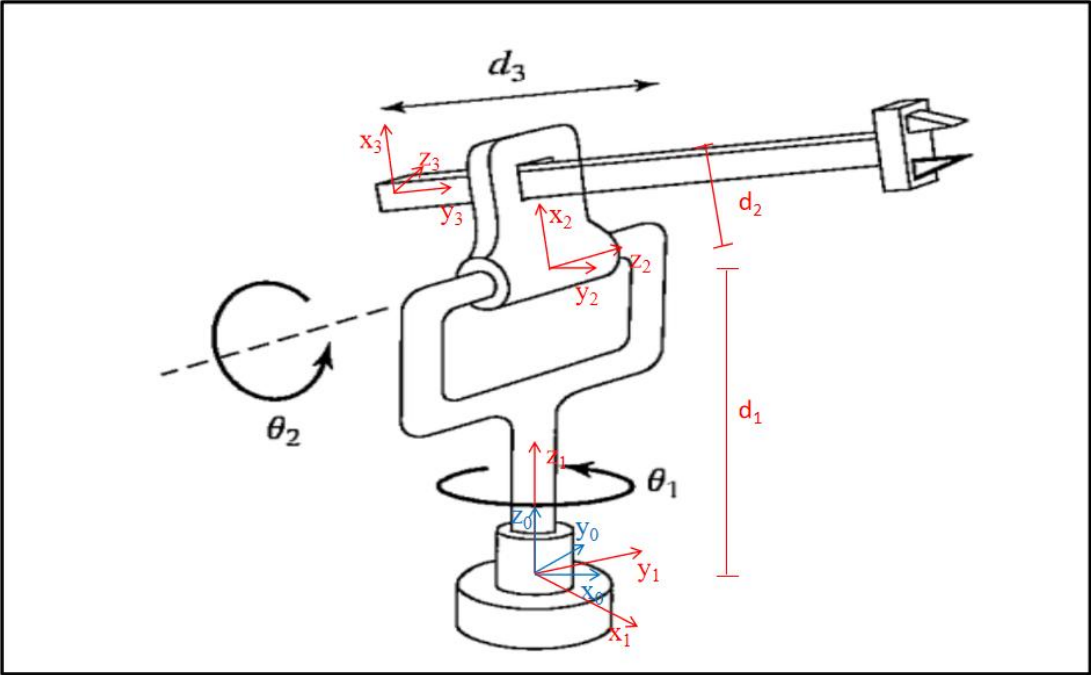

图 1-1 三连杆 RRP 机器人坐标系图
1) 1、2 关节为旋转关节，3 关节为平移关节，如图 1-1 建立 MDH 坐标系，相关参数标注在图中。